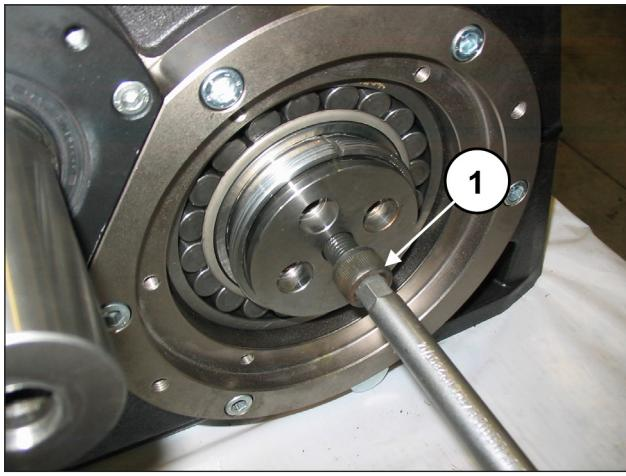

图 79
将一个长度适当（35–40毫米）的M16螺丝插入曲轴的M16孔内，并拧紧至法兰靠在衬套上（位置①，图 79）不要完全拧紧螺栓。